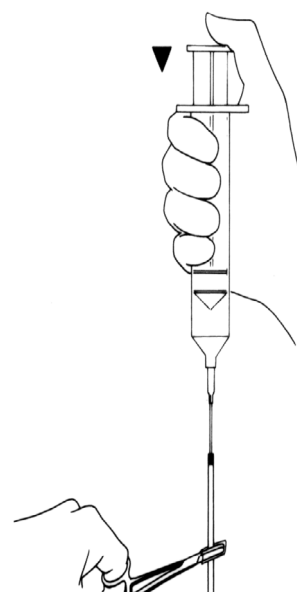

Figura 4-4b. Inserimento dell'ago nel tubo
6. Riempire la cuffia con da 1 cc a 5 cc di soluzione di riempimento consigliata, a seconda delle dimensioni della cuffia. **(Figura 4-4b)**